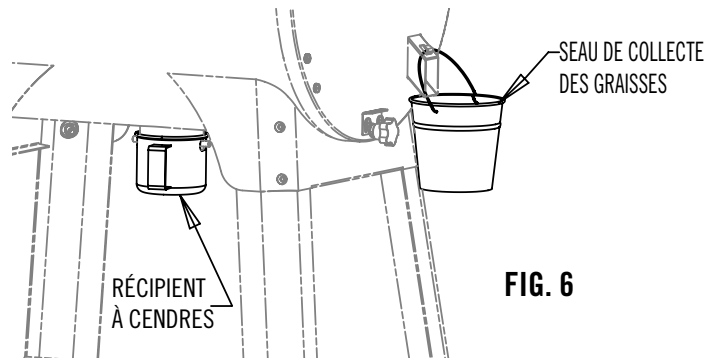

FIG. 6
1. Monter le récipient à cendres comme indiqué à la Fig. 6.